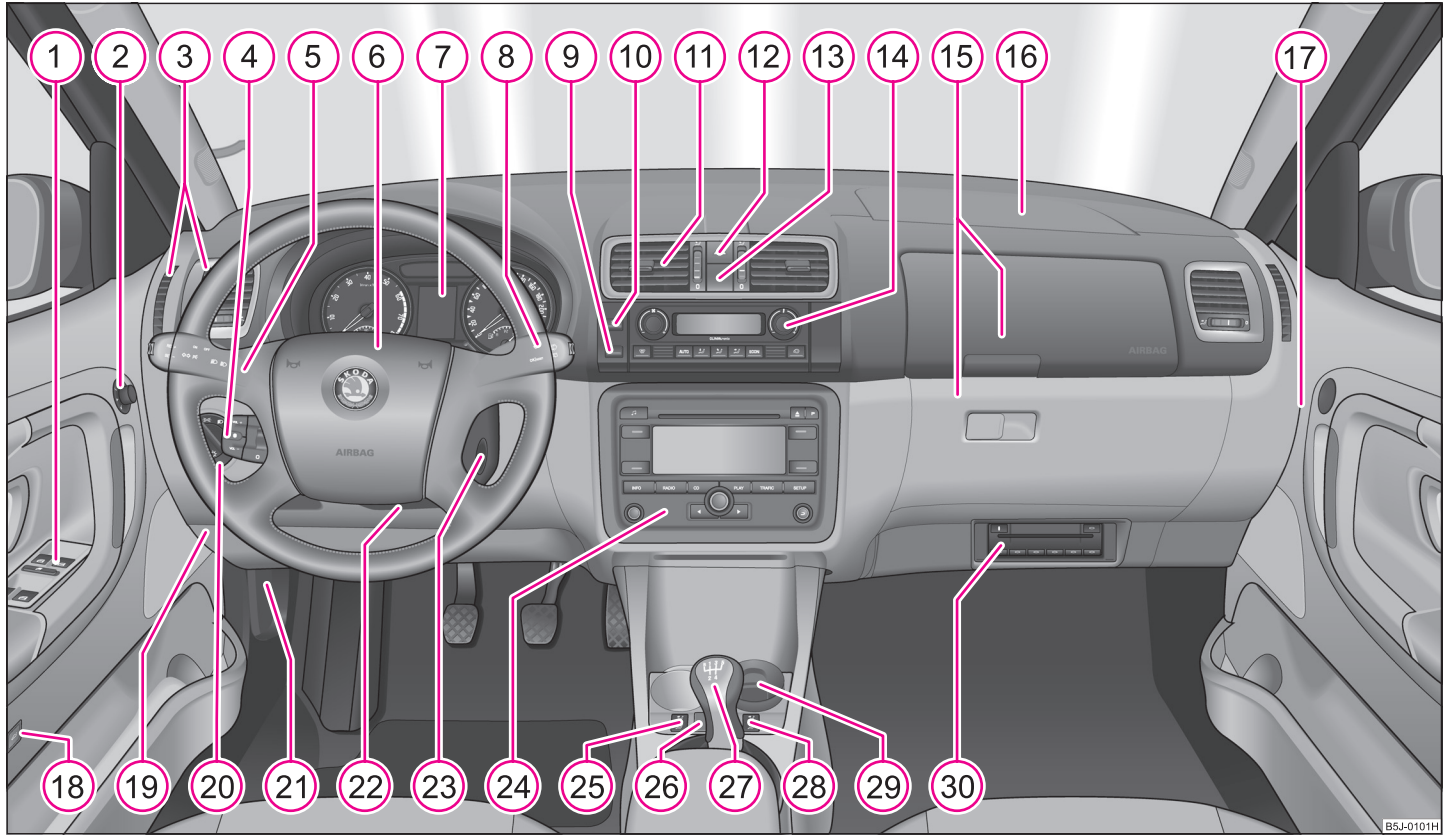

Abb. 1 Einige der in der Abbildung aufgeführten Ausstattungen gehören nur zu bestimmten Modellausführungen oder sind Mehrausstattungen.
- Bei Fahrzeugen mit Rechtslenkung weicht die Anordnung der Bedienelemente zum Teil von der in Seite 7, Abb. 1 gezeigten Anordnung ab. Die Symbole entsprechen jedoch den einzelnen Bedienelementen. ■